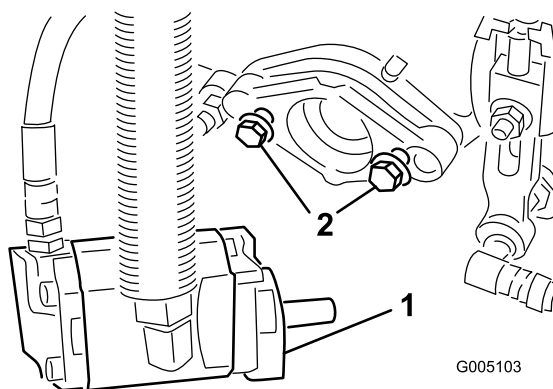

Figura 11
7. Montate i bulloni di montaggio (forniti con l'apparato di taglio) del motore principale del cilindro su ciascun apparato di taglio. Lasciate sporgere 13 mm circa di filetto dei bulloni di montaggio (Figura 11).
11. Serrate i bulloni di fissaggio (Figura 11).